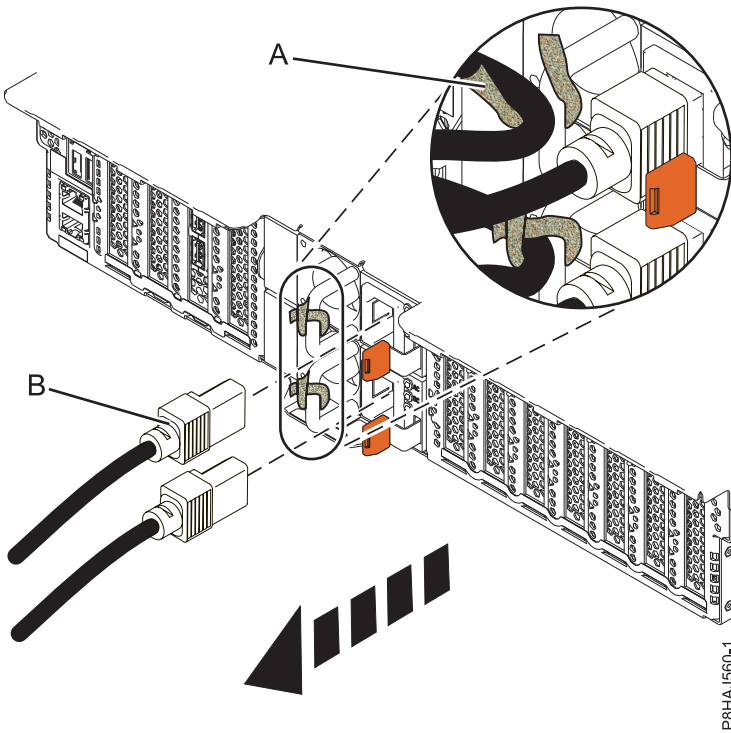
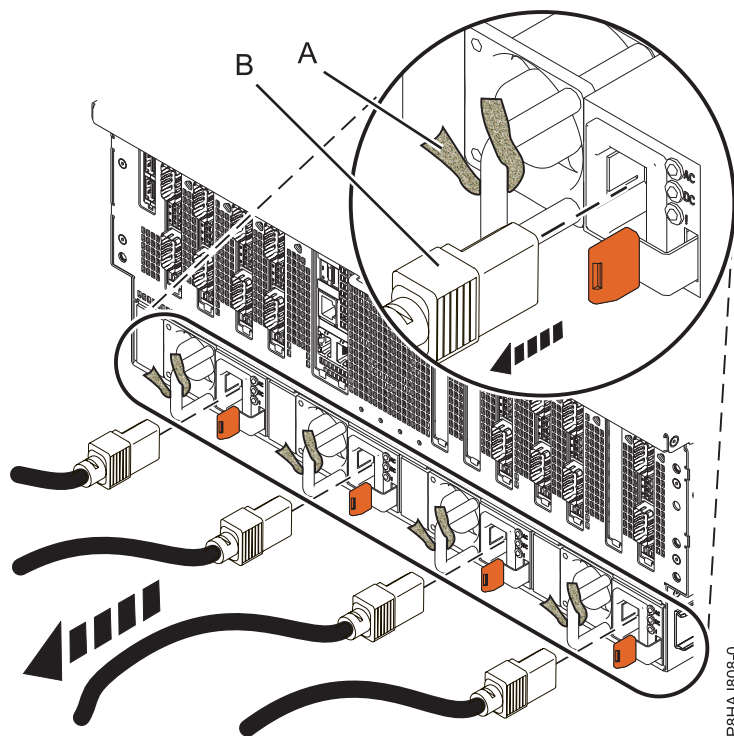

Figure 39. Retrait des cordons d'alimentation d'un système 5148-21L, 5148-22L, 8247-21L, 8247-22L, 8284-21A, ou 8284-22A
Figure 40. Retrait des cordons d'alimentation d'un système 8408-44E ou 8408-E8E
3. Débranchez les cordons d'alimentation (**B**) de l'unité centrale. Voir les figures figure 38, à la page 52, figure 39, à la page 52 ou figure 40, à la page 53 selon le type de votre système.